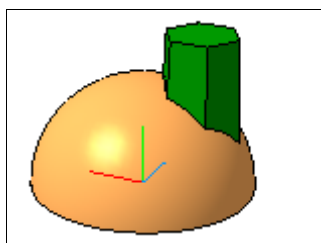

Рис. 25.27. Модель Фигура 2
- ♦ нажмите кнопку **Создать объект**. Система построила шестигранную конусную призму, пересекающую полусферу (рис. 25.27). Самостоятельно создайте чертеж данной модели.